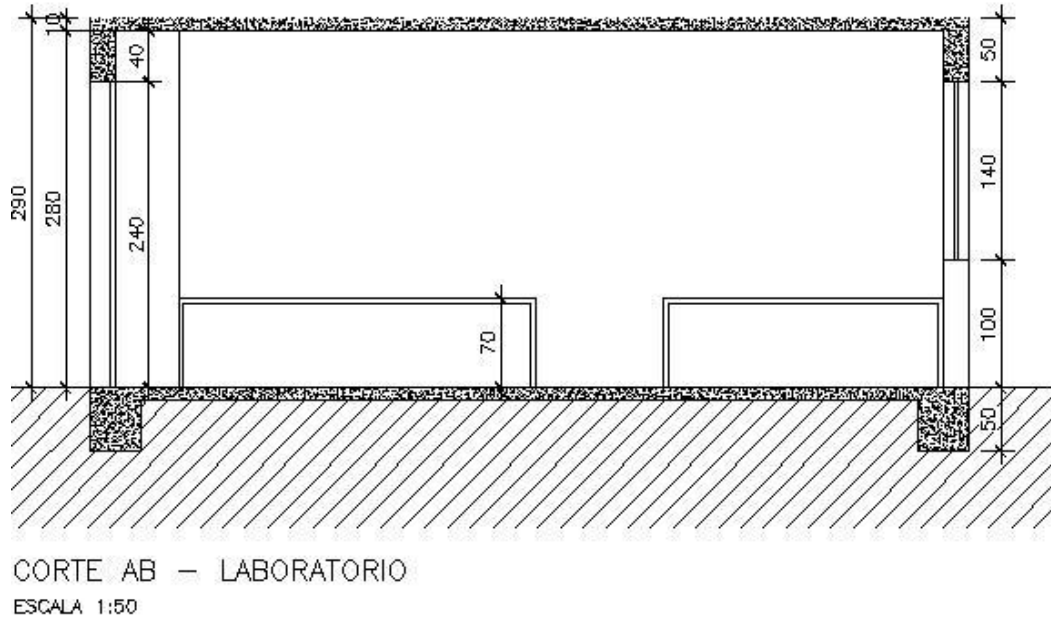

Figura 38 – Corte
17. Para a representação do corte ficar correta é necessário espelhar o projeto e cotar novamente. Abaixo do corte discrimine as especificações conforme figura 38.